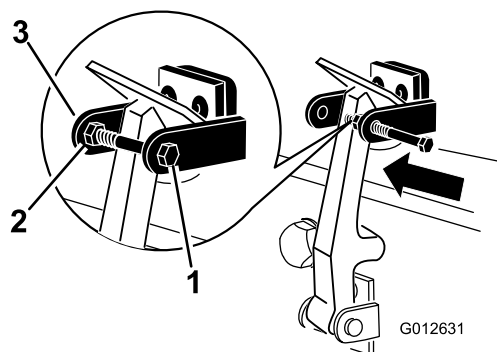

Figura 10
7. Avvitare il bullone nell'altro braccio della staffa di chiusura del cofano per fissare il fermo in posizione (Figura 10).